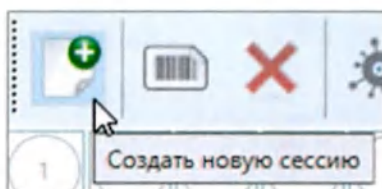

Рис. 24. Кнопка создания новой сессии.
6.4.1. Нажмите на кнопку  (*Создать новую сессию*) в левой верхней части главного окна (Рис. 24).